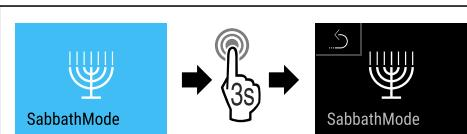

Fig. 15
- Efectuați pași de acțiune (vezi Fig. 15).